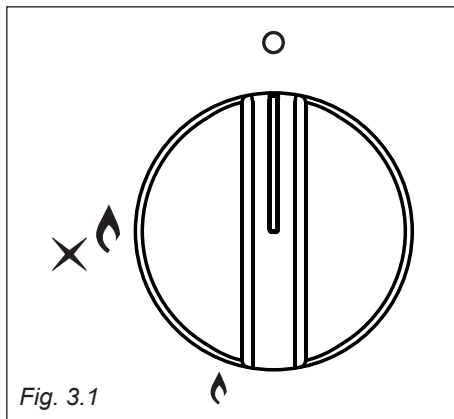

Fig. 3.1
- Placer les ponts sur la borne "B" (fig. 3.1) comme illustré dans les schémas des figures 3.2.
L'arrivée du gaz dans les brûleurs est commandée par le bouton qui commande les robinets de sûreté. (figs. 3.1 - 3.2)
En faisant coïncider les symboles de la manette (fig. 3.1) avec le repère marqué sur le tableau de bord (ou vice versa), nous aurons:
1. Pour allumer le brûleur, appuyer sur la manette et la faire tourner (fig. 3.2) jusqu'à la position de débit maximum  (grande flamme); puis continuer à appuyer sur la manette jusqu'à ce que l'allumage se fasse (fig. 3.1). En cas de coupure de courant électrique approcher une flamme du brûleur.